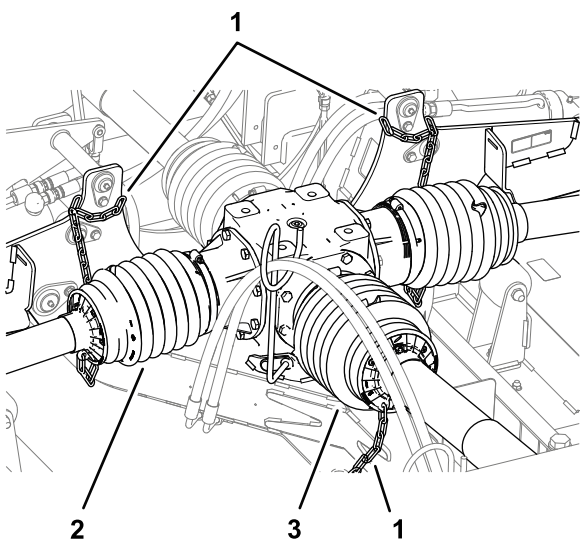
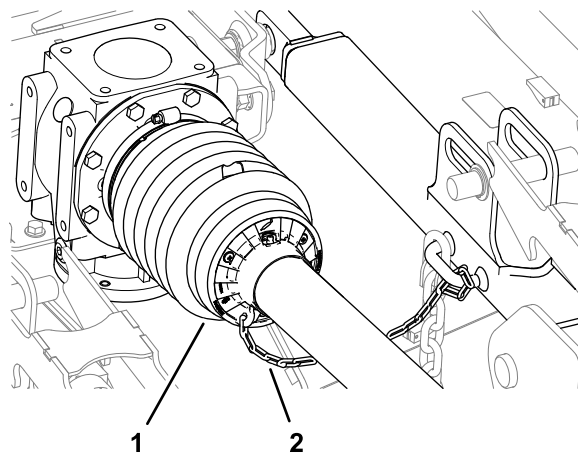

Figura 14
Figura 15
6. Compruebe que la cadena de seguridad está conectada al protector del árbol de la TDF trasero, los protectores del árbol de transmisión y el bastidor del cortacésped (Figura 14 y Figura 15).